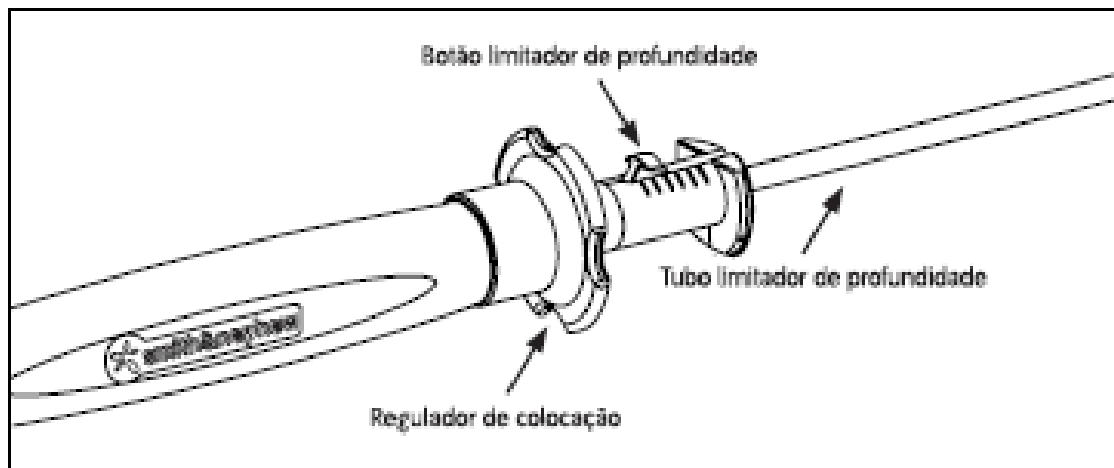

Figura 1
a. Ajuste o limitador de profundidade até à definição preferida, premindo o botão do limitador de profundidade (Figura 1). As marcas de laser na ponta da agulha podem ser igualmente utilizadas como referência.